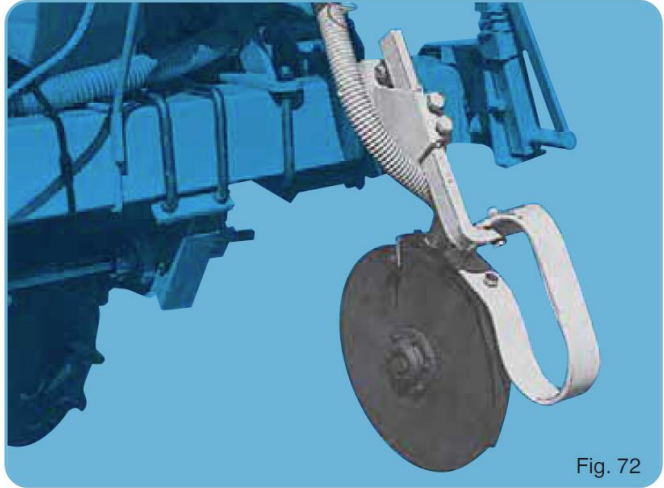

Fig. 72
**UWAGA:** przy rozstawie 80 cm i mniej podwójne talerze (fig. 72) nie są kompatybilne z normalnym zaczepem standardowym półautomatycznym. Przewidzieć zaczep półautomatyczny z krótką belką i krótkim zaczepem blokującym lub zaczep z sworzniowy.